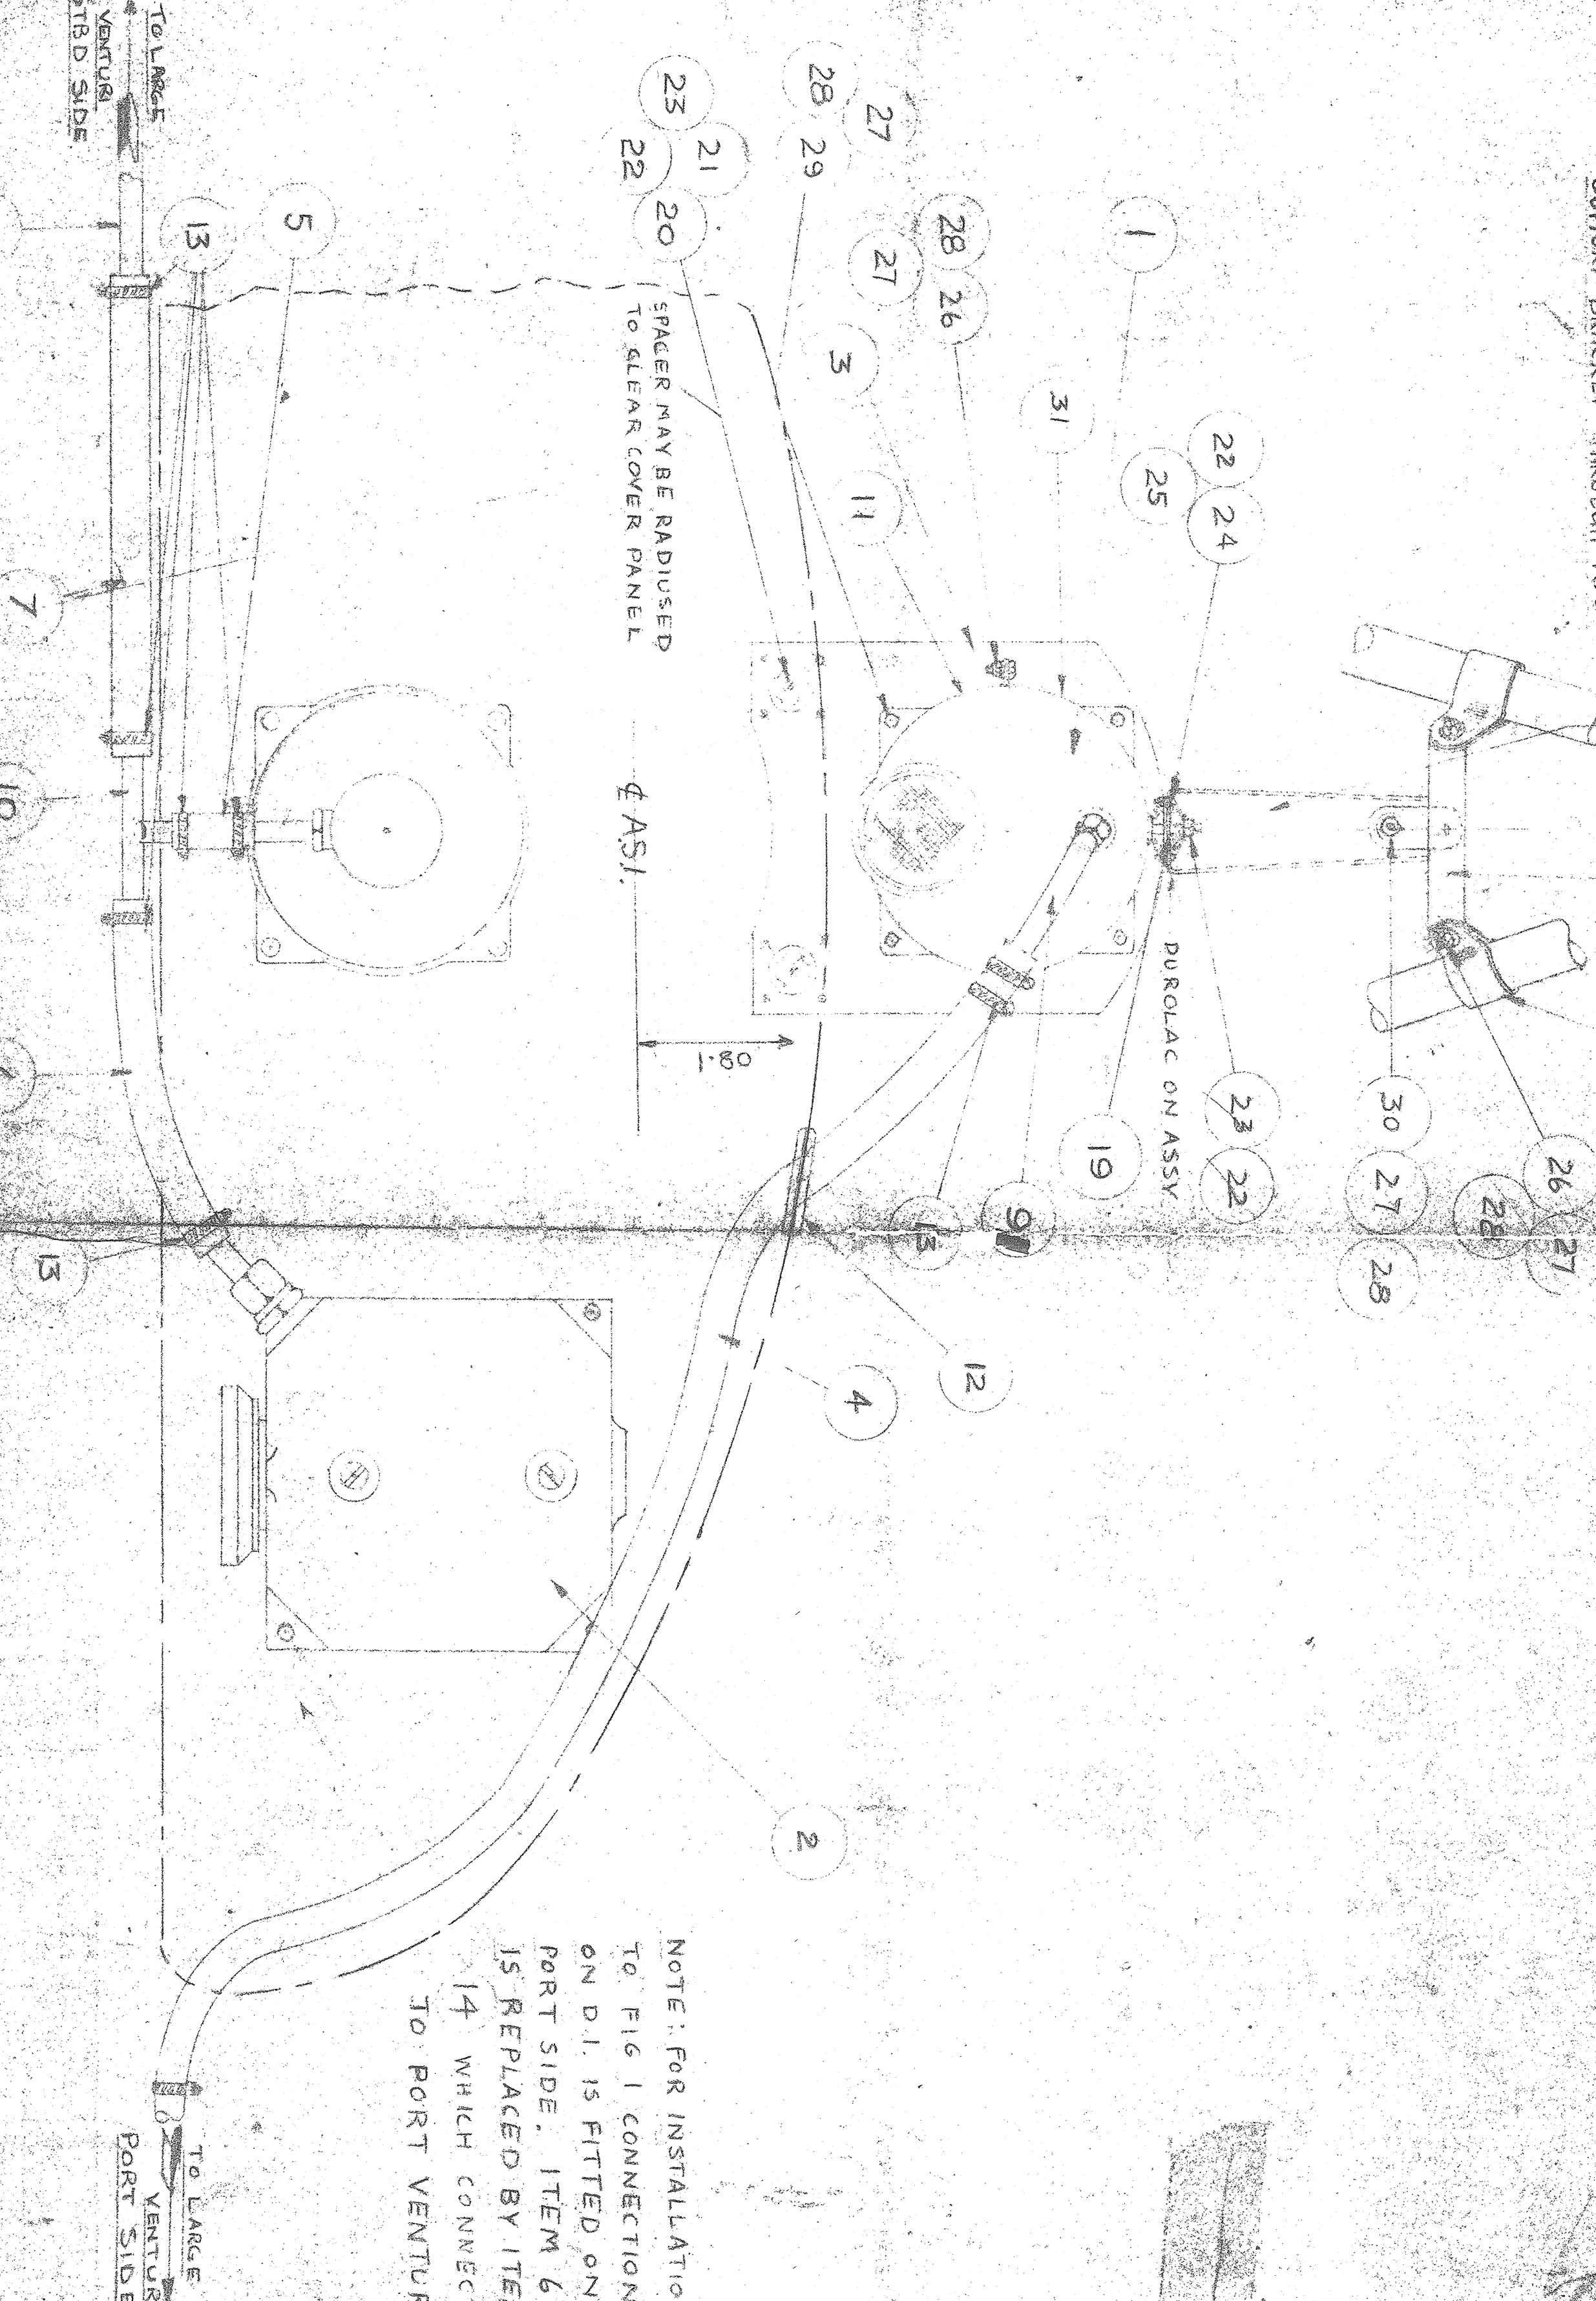
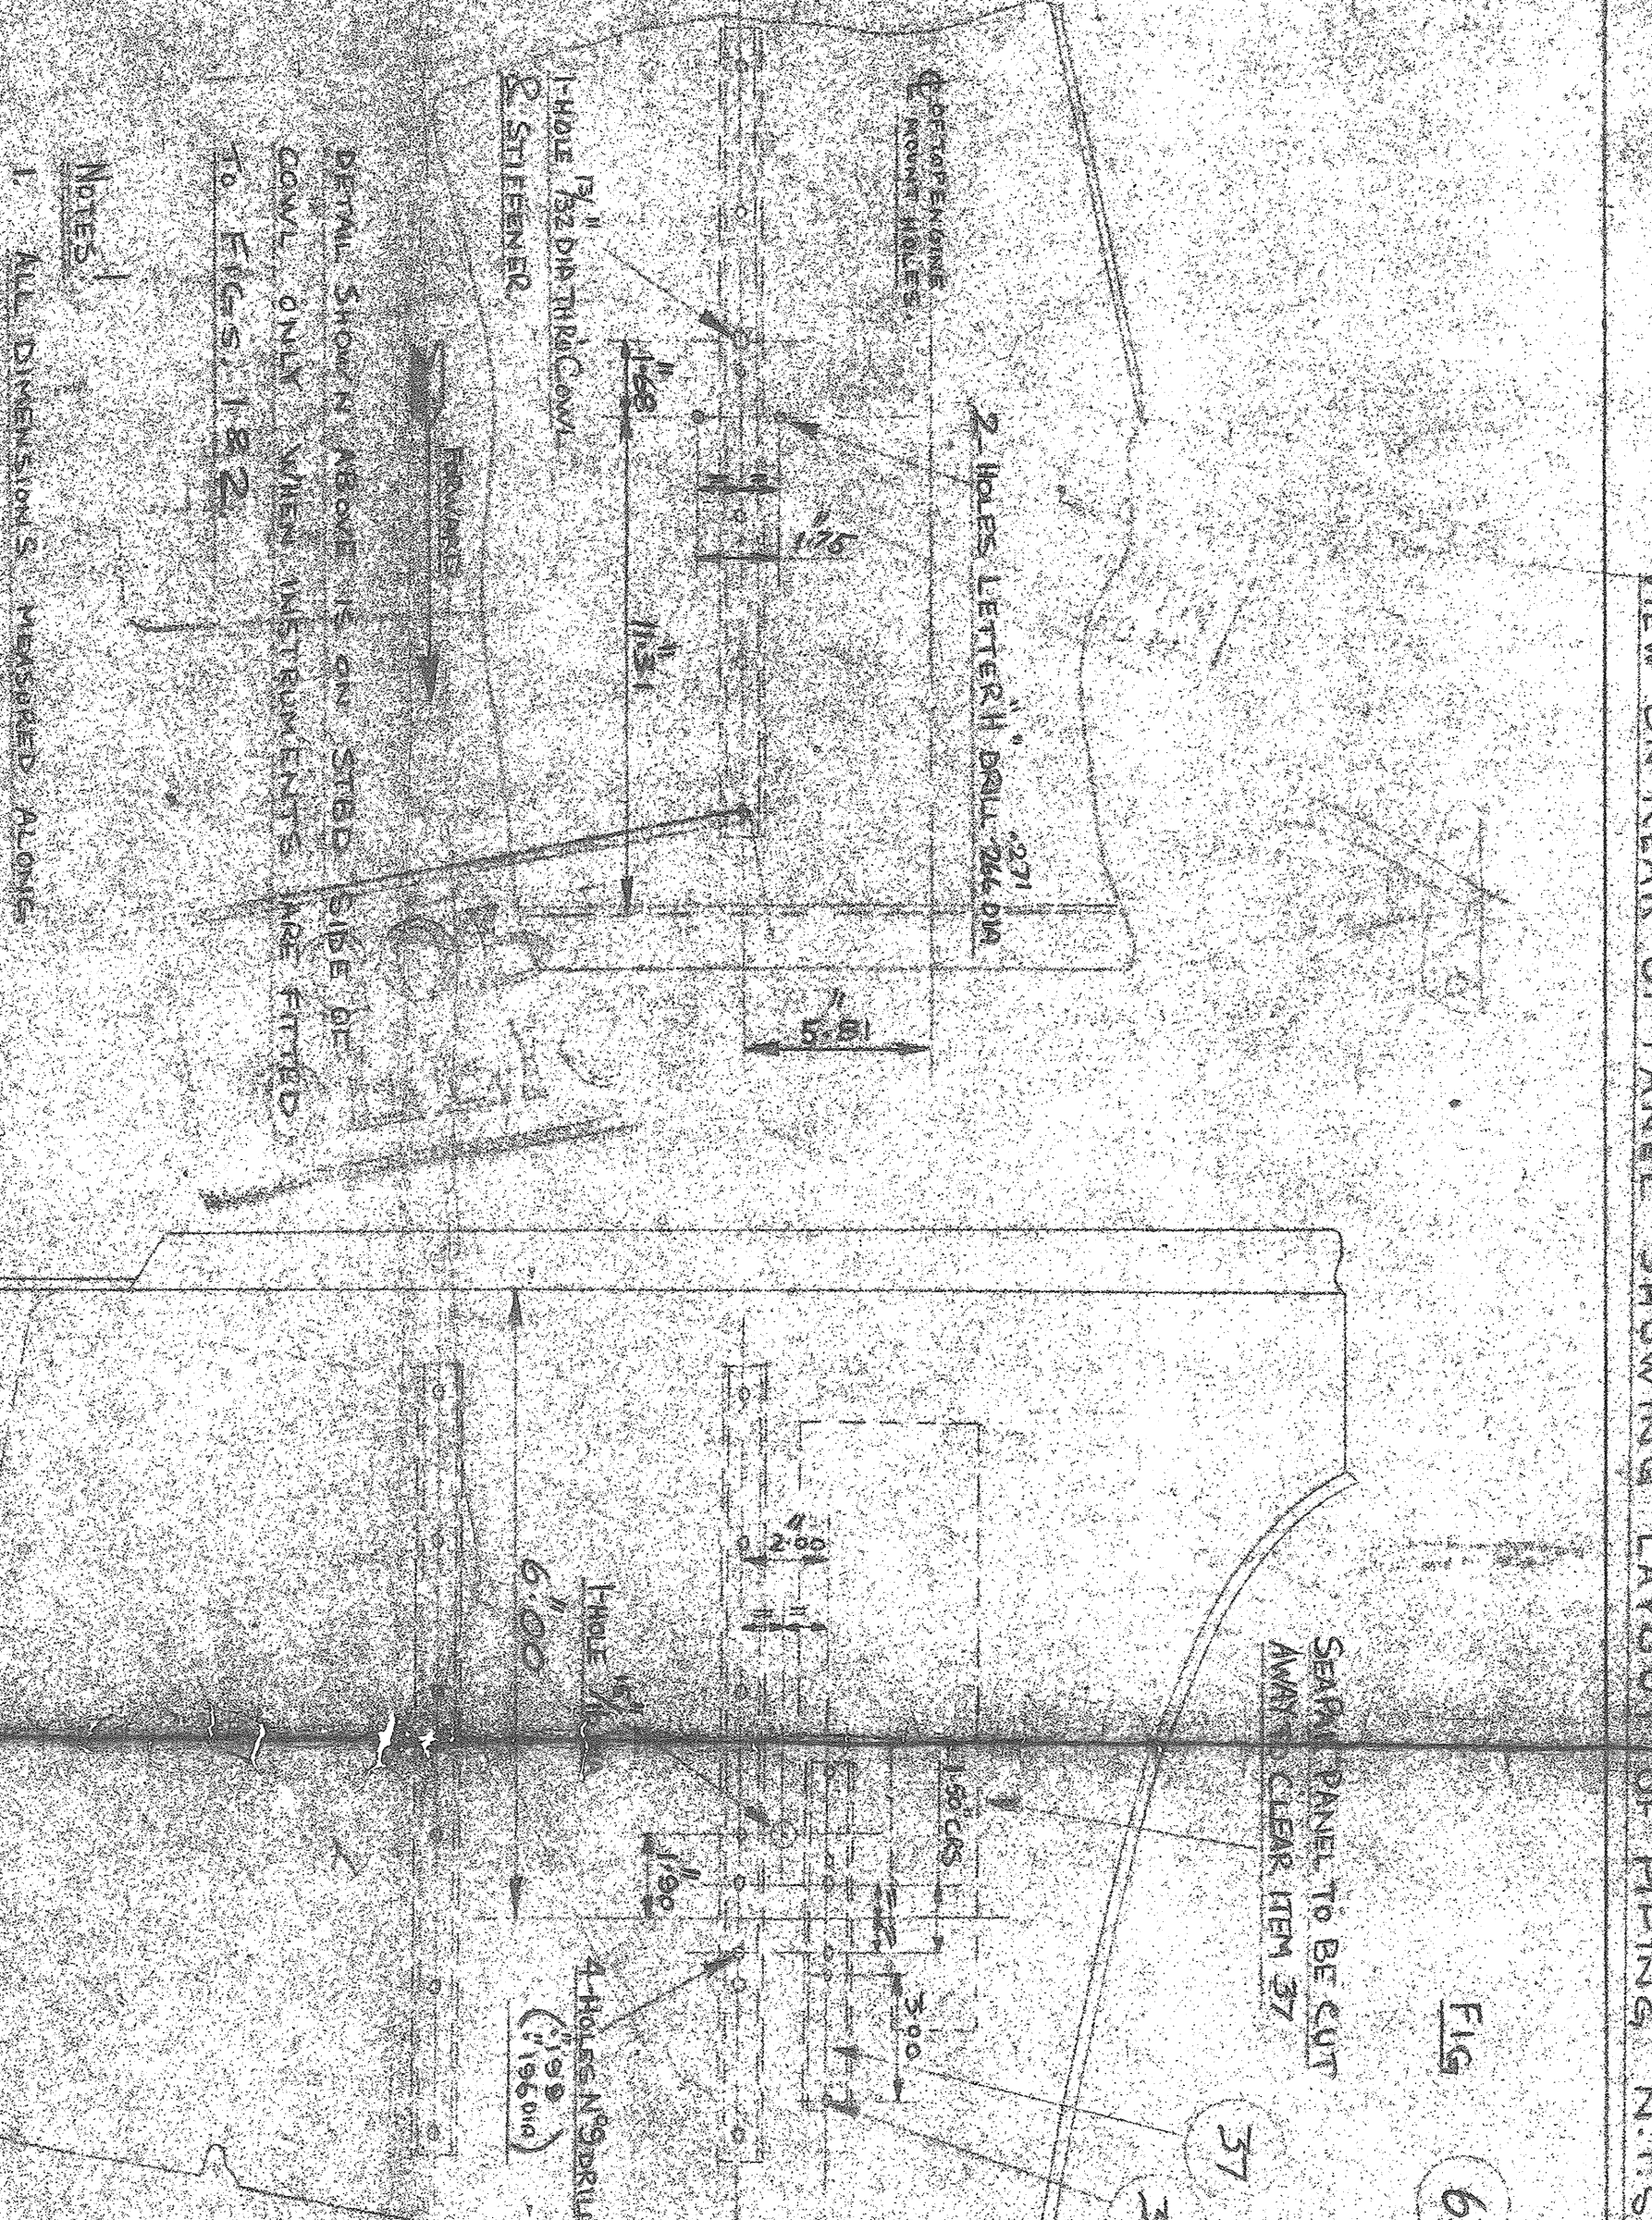

FIG 5
FIG 6
3. DETAIL SHOWING HOW TO FIT COVER TO BE FITTED TO FIG 5 & FIG 6 ONLY